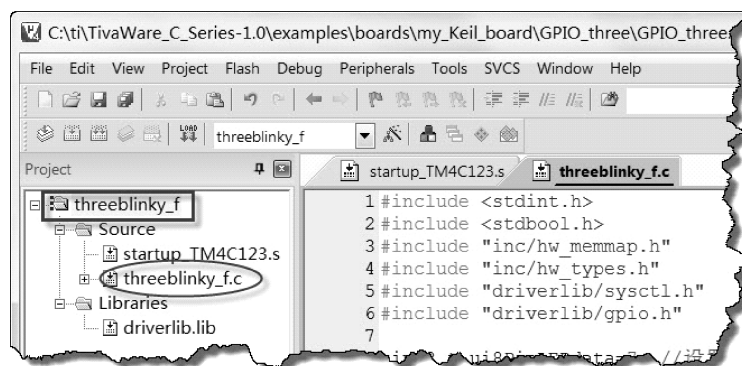

图 5-20 创建的 threeblinky_f 工程（固件库）
2) 创建 threeblinky_f 工程（固件库），如图 5-20 所示。